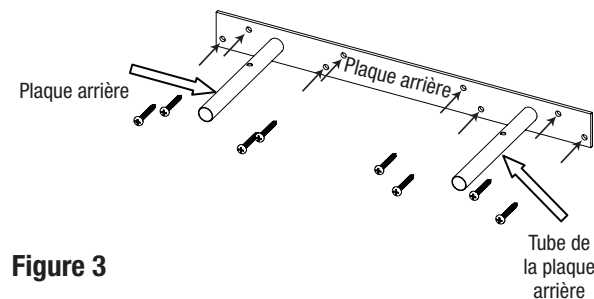

Figure 3
ÉTAPE 3: Fixez la plaque arrière au mur à l'aide des vis, tel qu'illustré à la **Figure 3**.